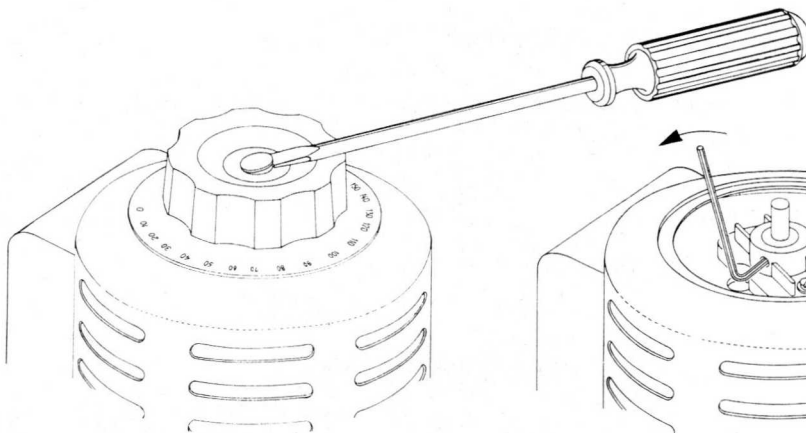

Abb. 4
- Drehknopf entfernen, indem man die Knopfkappe abnimmt (s. Abb. 4) und die darunterliegende Schraube löst.